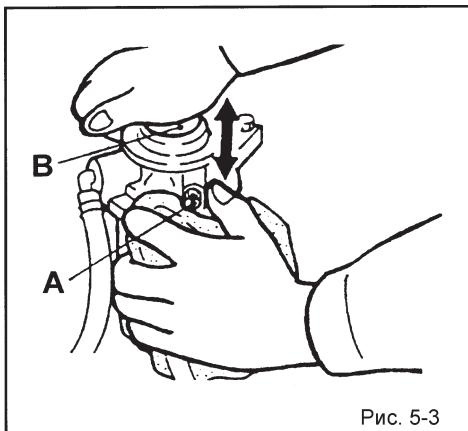

Рис. 5-3
1. Ослабьте воздушный винт фильтра А при помощи ключа (рис. 5.3).
2. Оберните винт тряпкой, чтобы топливо не растекалось, и произведите подкачку топлива ручным насосом В (рис. 5.3).